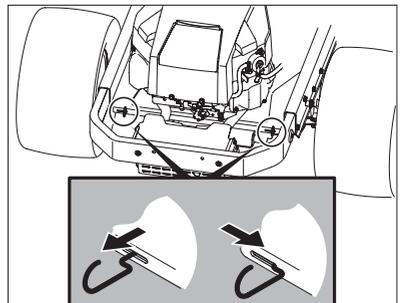

Fig. 03
4. Acione o bypass (hastes de passagem auxiliar da transmissão) em cada lado do equipamento. Em seguida, cuidadosamente empurre o equipamento para fora do palete de transporte. As hastes de passagem auxiliar da transmissão estão localizadas na parte traseira do equipamento, próximo a cada roda traseira. Conecte as hastes puxando para fora e para a direita, deixando elas retornarem, em seguida, para travar no seu lugar, [Fig. 03].